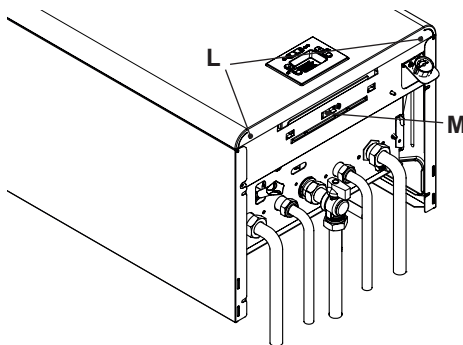
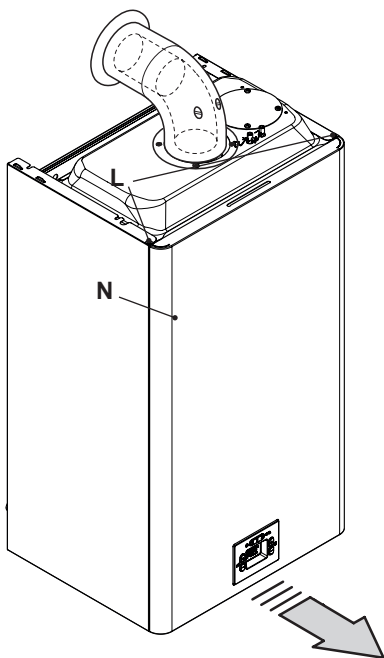
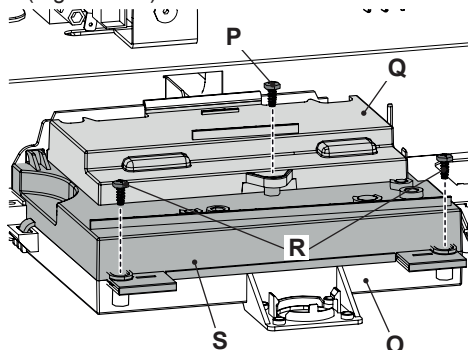

Figura 5.22
Figura 5.23
Figura 5.24
- Svitare le viti **L** e rimuovere il pannello frontale **N** tirandolo a sé Figura 5.22 e Figura 5.23.
- Svitare la vite **M** (Figura 5.22) e ruotare il pannello comandi **O**, come illustrato in Figura 5.24.
- Svitare la vite **P** e sollevare il coperchio **Q** per liberare i cavi dai pressacavi (Figura 5.24).
- Svitare le viti **R** e sollevare il coperchio **S** (Figura 5.24).